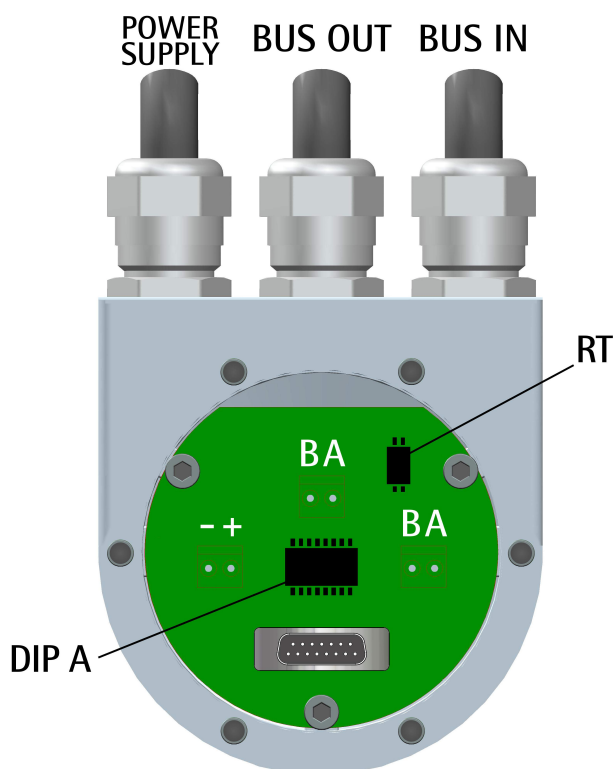

Figura 2 - Vista interna del coperchio
5.4 Impostazione dell'indirizzo nodo: DIP A (Figura 2)
Dopo l'impostazione dell'indirizzo del nodo, verificare la posizione dello switch della resistenza di terminazione (si veda la sezione "5.6 Resistenza di terminazione: RT (Figura 2)" a pagina 33).
5.6 Resistenza di terminazione: RT (Figura 2)